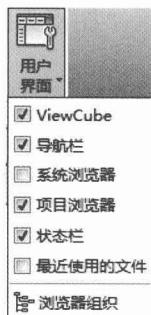

图1-14
- 用户界面：单击此按钮，在弹出的下拉列表中查看ViewCube、导航栏、系统浏览器、状态栏和最近使用的文件各选项的显示，如图1-14所示。“浏览器组织”控制浏览器中的组织分类和显示种类。